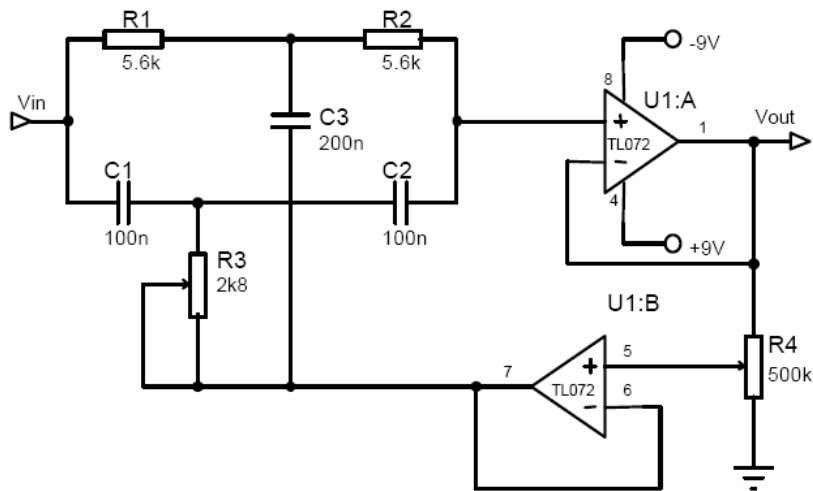

Figura 4: Esquema do filtro Notch.
- Monte o filtro da figura 4, use o Op TL072 (ou equivalente) e valores de R e C conforme indicados no circuito. Coloque na entrada  $V_{in}$  um sinal de 100 mV com frequência de 60 Hz.